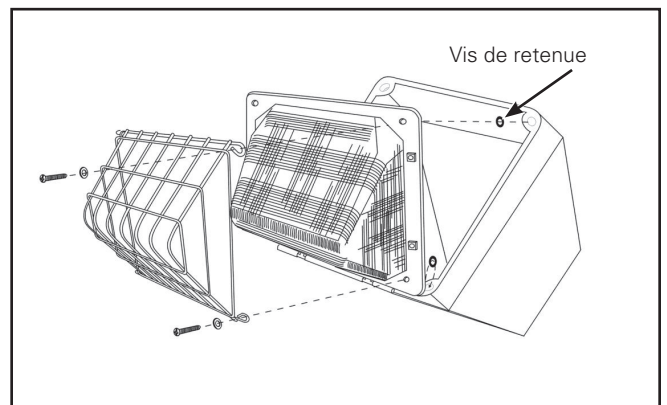

Figure 3.
2. Montez la grille de protection, utilisez les 4 vis neuves « plus longues » (remettez les 4 vis originales) et tordez la vis de retenue vers l'arrière, comme sur la (Figure 3.)